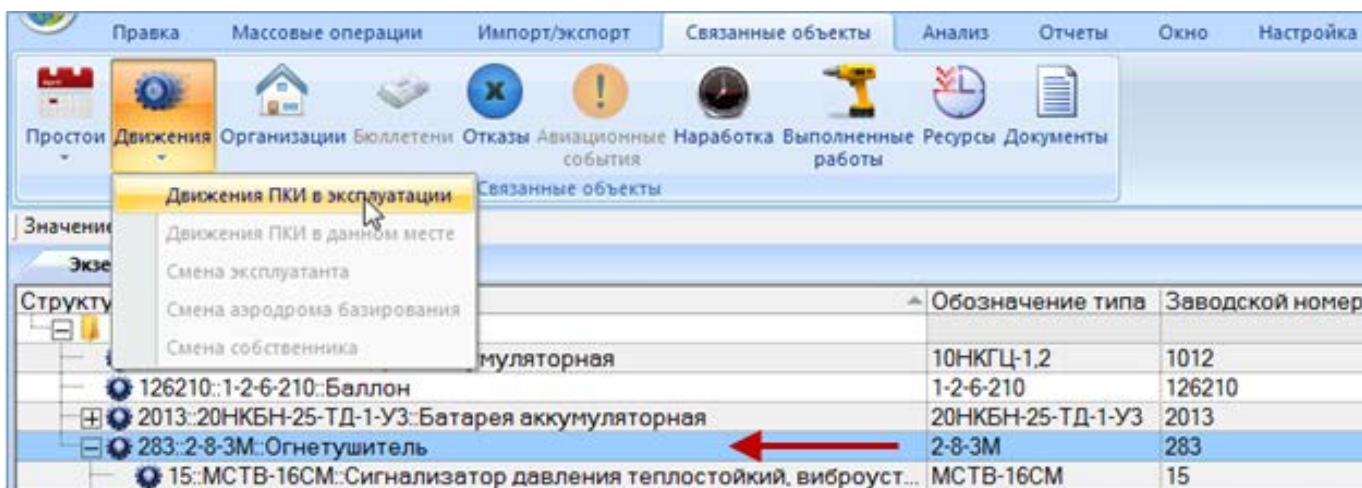

Рис. 13-155 – Открытие окна движений ПКИ в эксплуатации
2) Выбрать экземпляр ПКИ в папке рабочего окна «Экземпляры» (рис. 13-155), в структуре вышестоящей сборки, в окне связанных объектов «Экземпляры» для компонента или в окне связанных объектов «Экземпляры» для организации (см. подраздел 13.4.3 «Отображение ПКИ, находящихся на складе или в ремонтной организации», стр. 1029).
3) Нажать кнопку «Движения» панели «Связанные объекты» и из раскрывшегося списка выбрать пункт «Движения ПКИ в эксплуатации» (рис. 13-155).